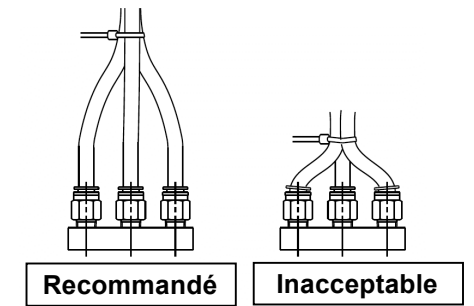

Figure 8
- N'appliquez pas de force externe aux raccords lorsque vous raccordez les tubes au moyen de colliers, etc. Voir Figure 8.